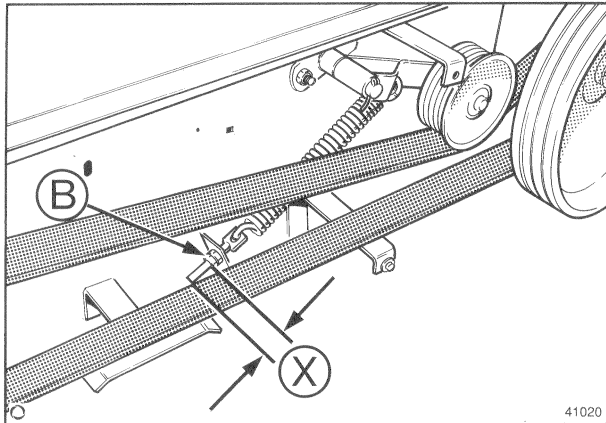

Fig. 127
**1. COURROIE D'ENTRAINEMENT DE BARRE DE COUPE (Figure 127)**